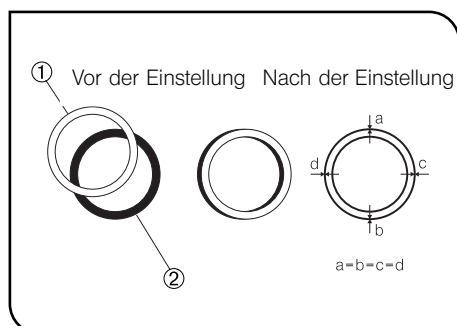

Abb. 23
### 3 Bedienung (Abb. 23 & 24)
4. Den oberen Ring des CT-5 drehen und die Schärfe so einstellen, dass der helle Ring (Phasenblende) ① und der dunkle Ring (Phasenplatte des Objektivs) ② im Sehfeld deutlich zu erkennen sind. (Abb. 23)
5. Die beiden Zentrierknöpfe ③ drehen, bis sich der helle und der dunkle Ring konzentrisch überlagern. (Abb. 23 & 24)